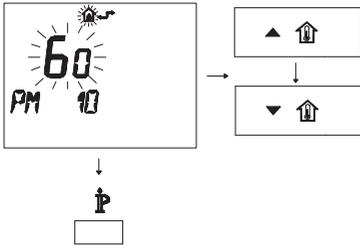

Рис. 5.70
- Измените заданное значение при помощи кнопок ▲⬆️ или ▼⬆️ и подождите, пока заданная цифра не начнет мигать (Рис. 5.70).